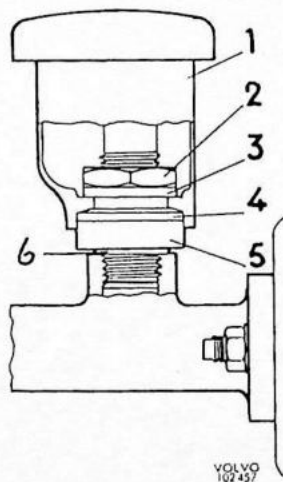
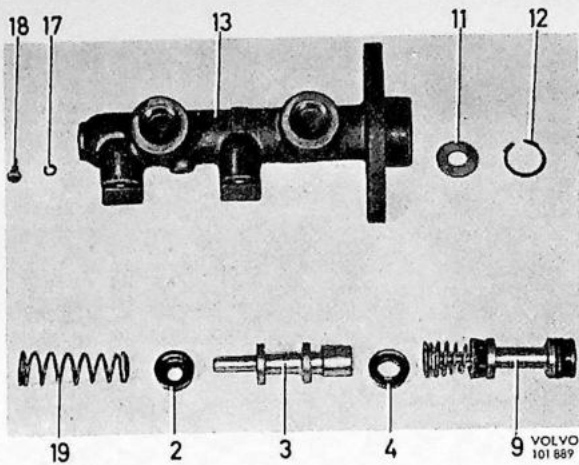

Fig. 5-37. Onderdelen van de reservoirs
Fig. 5-39. De gedemonteerde hoofdcylinder
2. Maak de moeren (2, Fig. 5-37) los en neem de reservoirs (1) weg. Draai de klep (5) los.
4. Verwijder de twee cups van de sekundaire zuiger. Zorg ervoor de oppervlakten van de zuiger niet te beschadigen. Fig. 5-39 laat de gedemonteerde cilinder zien. Bij revisie moet de primaire zuiger compleet vernieuwd worden. Daarom behoeft deze niet gedemonteerd te worden.
Bij revisie moet de complete primaire zuiger (9, Fig. 5-39), evenals de sekundaire zuigercups (en 4), de aanslagbout (18) en zijn ring (17), als ook de borgveer (12) vernieuwd worden. Bovendien moeten de rubber ringen (4) en de pakkingringen (6) van de reservoirs vernieuwd worden; zie Fig. 5-37.
5. Monteer de pakkingringen (6, Fig. 5-37) en de kleppen (5) op de hoofdcylinder. Het aanhaalkoppel is 5,5—6,2 kgm (40—45 lb.ft.). Monteer de rubber afdichtingen (4), reservoirs (1), ringen (3) en moeren (2). Houd er rekening mee dat de reservoirs extenrisch zijn en gemonteerd moeten worden zoals Fig. 5-37 en 5-46 laten zien. Aanhaalkoppel 4,7—5,5 kgm (34—40 lb.ft.). Monteer de stoplichtschakelaar als deze op de hoofdcylinder gemonteerd moet worden.